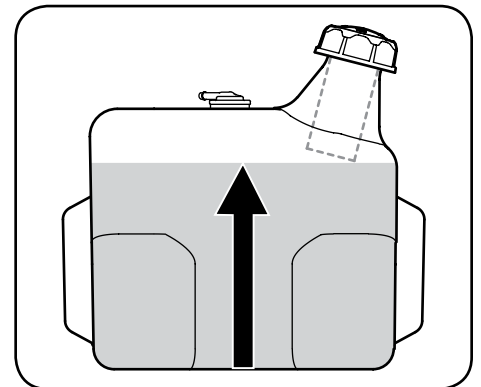

Figura 2-24
- Cargue el depósito de combustible con gasolina. Sólo se debe utilizar gasolina limpia, nueva (con menos de 30 días de antigüedad) y sin plomo. Llene el depósito no más de 1/2" por debajo de la base del cuello de llenado dejando espacio para la expansión del combustible. Consulte la Figura 2-24.
¡IMPORTANTE: No llene en exceso el depósito de combustible. Llene el depósito no más de ½" por debajo de la base del cuello de llenado dejando espacio para la expansión del combustible. Consulte la Figura 2-24.